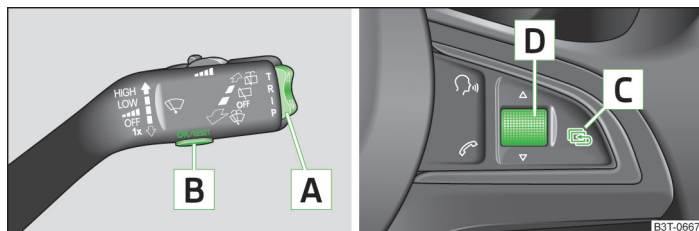

Fig. 10 Touche (molette de réglage) sur la manette de commande/le volant multifonction
➤ Appuyer sur la partie supérieure ou inférieure de la touche à bascule  » fig. 10.
➤ Faire tourner la molette de réglage  » fig. 10 vers le haut ou le bas.
Un symbole représentant un flocon de neige (avertissement de verglas) s'affiche et un signal sonore retentit si la température extérieure descend en-dessous de +4 °C. Quand on appuie sur la touche à bascule  » fig. 10 à la page 23 ou la touche  la fonction représentée est la dernière à avoir été affichée.
- Appuyer brièvement sur la touche **[B]** » fig. 10 à la page 23 ou la molette de réglage **[D]**.
- Appuyer plus longtemps sur la touche **[B]** » fig. 10 à la page 23 ou la molette de réglage **[D]**.
- Appuyer sur la touche **[A]** » fig. 10 à la page 23 ou tourner la molette de réglage **[D]** pour sélectionner l'option de menu **Alerte vitesse** (visuel d'informations) ou  (visuel à segments).
- Appuyer sur la touche **A** » fig. 10 à la page 23 ou tourner la molette de réglage **D** pour sélectionner l'option de menu **Alerte vitesse** (visuel d'informations) ou $\ominus$ (visuel à segments).